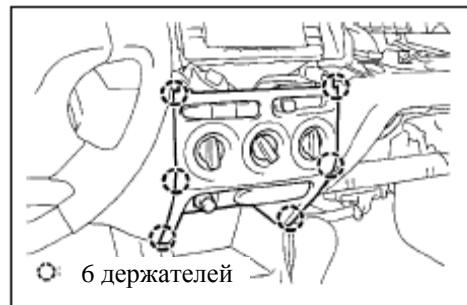

Рис. 535
**10. Демонтируйте нижнюю часть панели инструментов, сняв 6 зажимов.(рис.535)**